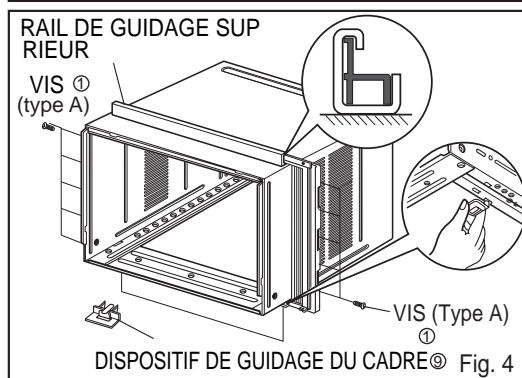

Fig. 4
5. Insérez les volets d'étanchéité dans le rail de guidage supérieur et dans les dispositifs de guidage du cadre. (Fig 4)
6. Fixez les volets d'étanchéité à l'appareil à l'aide de quatre vis de type A. (Fig 4)